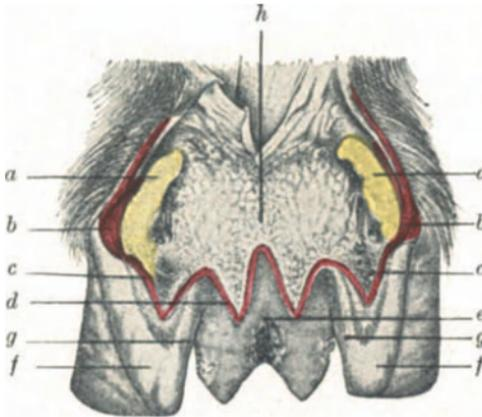

Abb. 15. Querschnitt durch den Huf an den Trachten.
b) Das Huf- oder Strahlpolster (vielfach zur Unterhaut gerechnet). Das Hufpolster hat eine keilförmige Gestalt. Die Spitze des Keils ist nach vorn gerichtet. Es besteht aus elastischen Fasern, sieht gelbweiß aus und füllt den Raum in dem hinteren Abschnitt des Hufes aus. Mit den Hufknorpeln zusammen dient es den Ballen als Grundlage (Abb. 15). Die obere Fläche ist der Hufbeinbeugesehne zugekehrt, die untere Fläche wird von der Strahllederhaut überzogen; die seitlichen Flächen verbinden sich fest mit den inneren, ausgehöhlten Flächen der Hufknorpel.